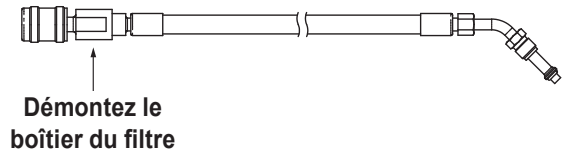

Figure 18
2. Démontez le tuyau de remplissage du réservoir au niveau du boîtier du filtre comme illustré sur la Figure 18.